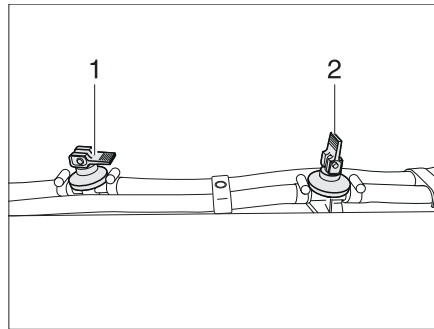

Bild 253 Ablasshahn
- Alle Ablasshähne öffnen. Dazu den Kipphebel (im Bild 253,2) senkrecht stellen.